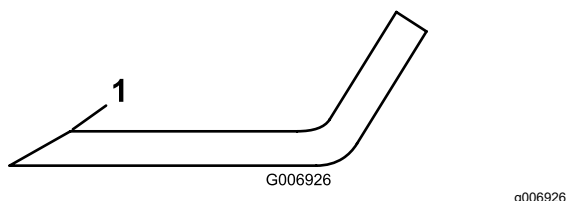

Bild 75
4. Untersuchen Sie die Schnittkanten aller Messer. Wenn sie stumpf sind oder Kerben aufweisen, schärfen Sie nur die Oberseite der Schnittkanten und behalten dabei den ursprünglichen Schnittwinkel bei, um die Schärfe des Messers zu gewährleisten (**Bild 75**).